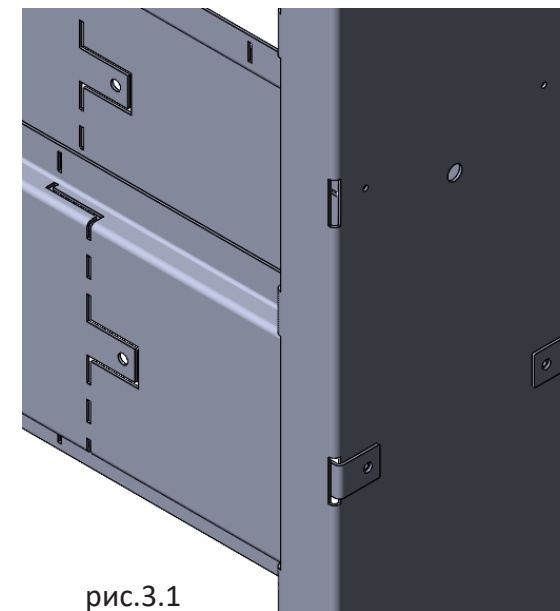

рис.3.1
2. Вставить монтажную проушину ребра в сквозную прорезь тыла (Т) и загнуть до совмещения крепёжного отверстия. Соединить детали с помощью саморезов 3,5х9мм (рис.3.1).